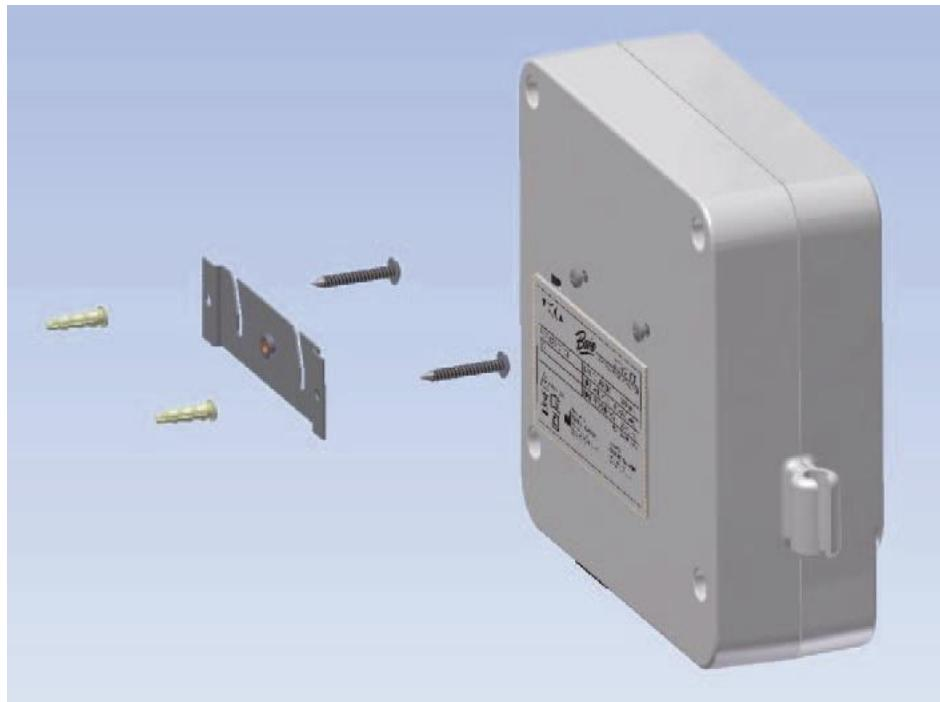

Abbildung 1
1. Montieren Sie den Bovie® DERM 102 mit Hilfe des Montagesatzes an der Wand oder auf dem mobilen Ständer, dernach Wunschzusätzlich bestellt wird, indem Sie (siehe Abbildung 1). Die Einheit darf nicht in der horizontalen Position benutzt werden, da Flüssigkeiten leicht in die Einheit gelangen könnten.